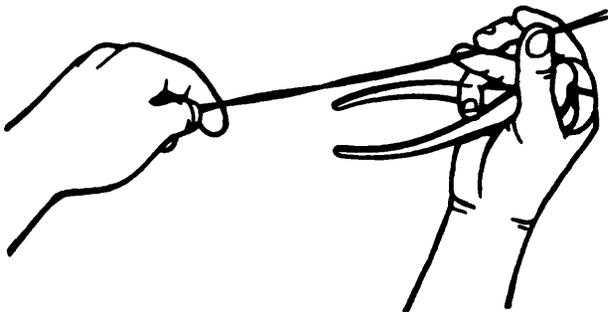

Fig. 4
**5º paso** Corra la mano a lo largo del alambre y, cada 20 cm. aproximadamente, hágale un ligero quiebre para que no se enrede. (Fig. 4).